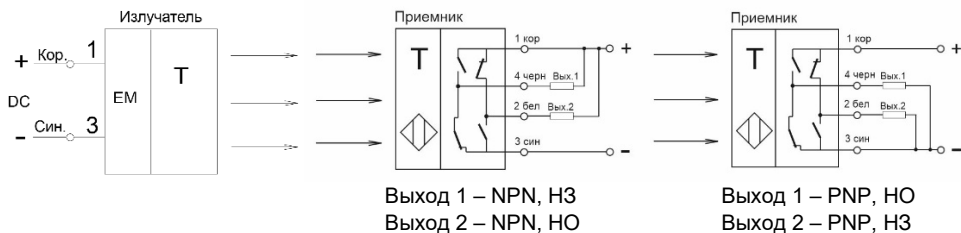

Рисунок 2 - Варианты схем подключения барьеров
3.2 Барьеры включаются в электрическую цепь по 2-х или 4-х проводной схеме (Рис.2). Соответствие выводов и схема подключения указаны в маркировке барьера.
Приёмник имеет выход 1 (конт.4) и выход 2 (конт.2). Коммутационный элемент каждого выхода выполнен по комплементарной (двухтактной, push-pull) схеме: он состоит из двух ключей, работающих противофазно, т.е. если один замкнут, то другой разомкнут. Один ключ соединяет выход с плюсом питания, а другой – с минусом. При отсутствии объекта воздействия выход 1 соединен с минусом питания, а выход 2 соединен с плюсом питания. При появлении объекта, который перекрывает хотя бы один из лучей, выход 1 переключается на плюс питания, а выход 2 переключается на минус питания. Комплементарный коммутационный элемент позволяет включать нагрузку между выходом и плюсом питания, реализуя PNP-выход (рис. 2), или между выходом и минусом питания, реализуя PNP-выход (рис. 2). Каждый выход имеет тактовую защиту от короткого замыкания в нагрузку. При срабатывании защиты оба ключа коммутационного элемента переходят в разомкнутое состояние. После устранения короткого замыкания работоспособность коммутационного элемента автоматически восстанавливается.